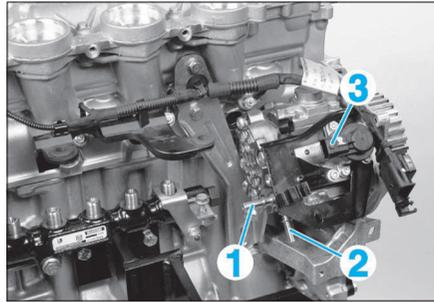

FIG. 25
- Décliper les tuyaux d'alimentation en combustible de la pompe (1) et (2) (Fig.25).
- Débrancher le connecteur (3) de la pompe (Fig.25).